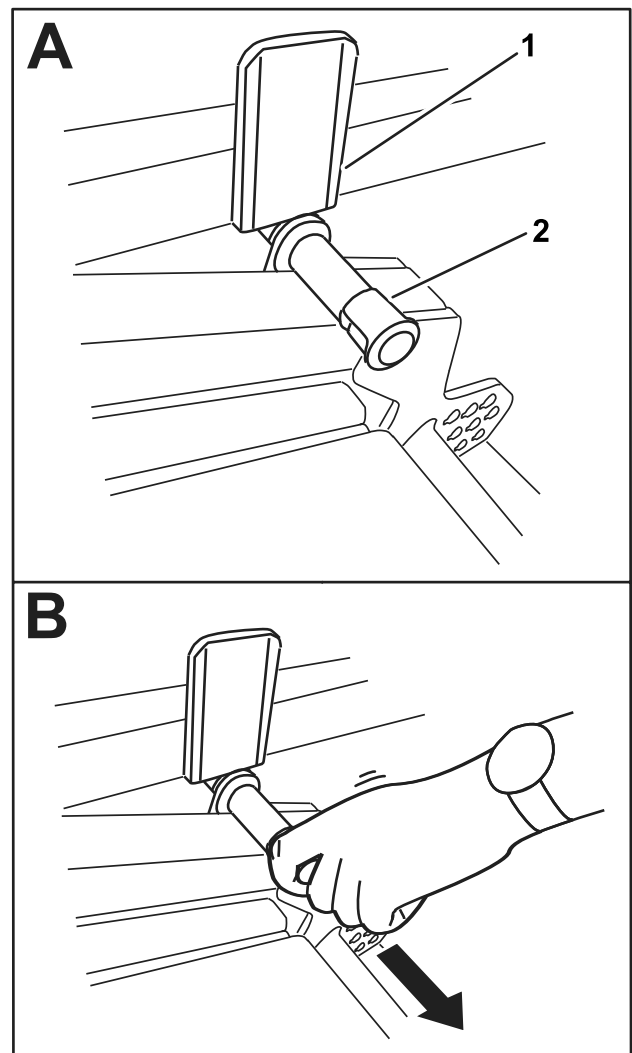

Bild 35
2. Drehen Sie das Mähwerk langsam nach unten, bis der Stift die Hubarmplatte berührt (A in Bild 35).
3. Drücken Sie das Mähwerk mit dem Fuß nach unten und ziehen Sie es dann den Stift heraus (B in Bild 35), um das Mähwerk in die TRANSPORTstellung zu bringen.